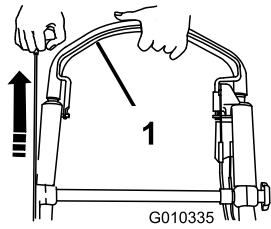

Figura 22
- Sujete la barra de control de la cuchilla contra el manillar y tire del arrancador de retroceso (Figura 22).